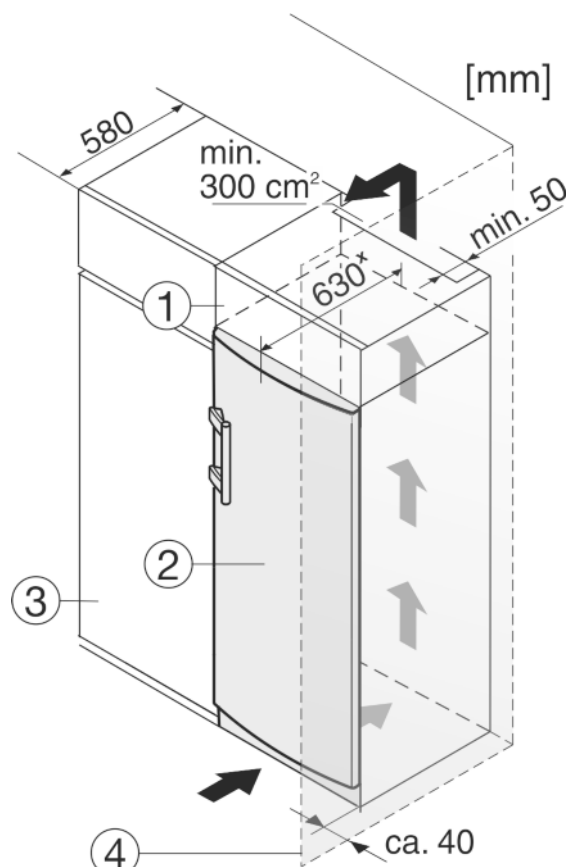

Fig. 11
Urządzenie może zostać obudowane szafkami kuchennymi. Aby dopasować urządzenie Fig. 11 (2) do wysokości ciągu szafek kuchennych, można nad urządzeniem umieścić szafkę nasadzaną Fig. 11 (1).
W przypadku obudowania szafkami kuchennymi (głębokość maks. 580 mm) urządzenie można ustawić bezpośrednio obok szafki kuchennej Fig. 11 (3). Urządzenie wystaje z boku o 34 mm^x i na środku urządzenia o 50 mm^x w stosunku do frontu szafek kuchennych.
Jeżeli urządzenie będzie ustawiane z zawiasami do ściany Fig. 11 (4), to pomiędzy urządzeniem i ścianą należy zachować minimalny odstęp, wynoszący 40 mm. Na taką odległość wystaje klamka przy otwartych drzwiach.